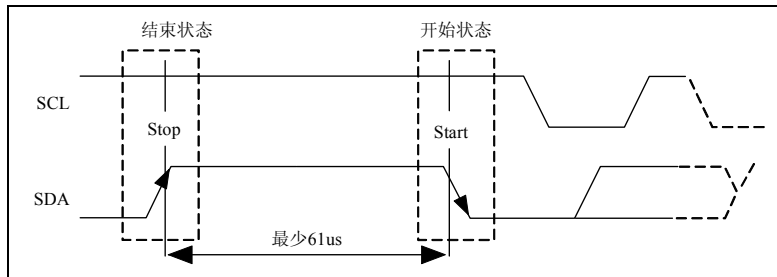

图 12. 发送结束到再开始时序图
(1) 开始，重新开始，结束的条件都由主机控制。
(2) 除了主机接收的状态，主机可以在任何时候发送结束状态让通信停止。
(3) SD3025T 串行通信从开始到结束的通信时间应当控制在 0.95 秒以内，否则会引起通信口复位。
(4) SD3025T 从发送结束到下一次开始，需等待至少 61us，如图 12 所示。